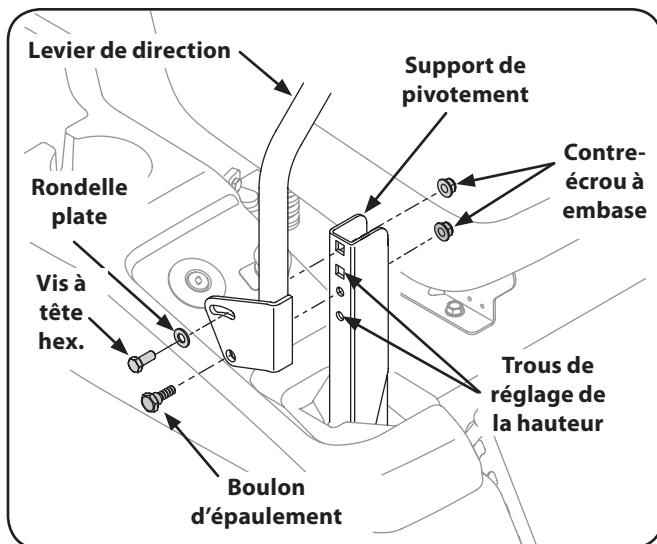

Figure 6-5
2. Retenez le levier de direction pour l'empêcher de tomber et enlevez le contre-écrou à collet. à garniture hex et la vis à épaulement de la base du levier de conduite et du support de pivotement. Voir la Figure 6-5.
1. Si il n'est pas déjà desserré, desserrez le contre-écrou à embase et tournez le levier de direction vers l'avant ou vers l'arrière, à la position voulue. Voir la Figure 6-5.